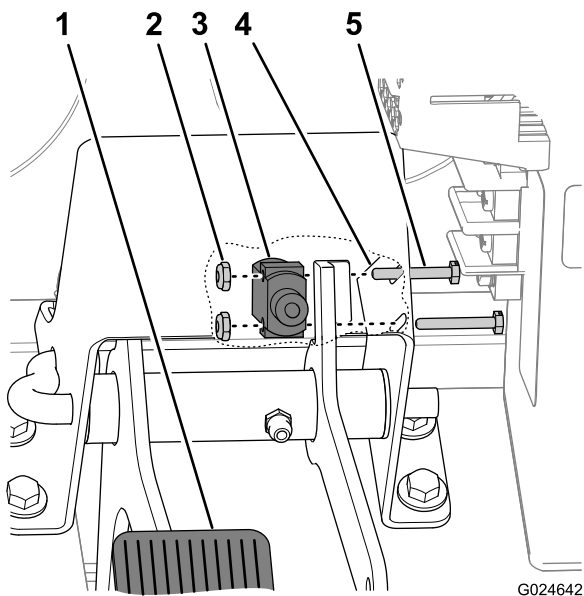

Figure 45
1. Alignez le contacteur de coupure sur la face intérieure de la bride droite du support de la pédale d'accélérateur, en dirigeant le faisceau de câblage du contacteur vers l'avant (Figure 45).
- Alignez les trous de montage du contacteur de coupure sur l'extrémité avant des fentes du support de pédale d'accélérateur (Figure 45).